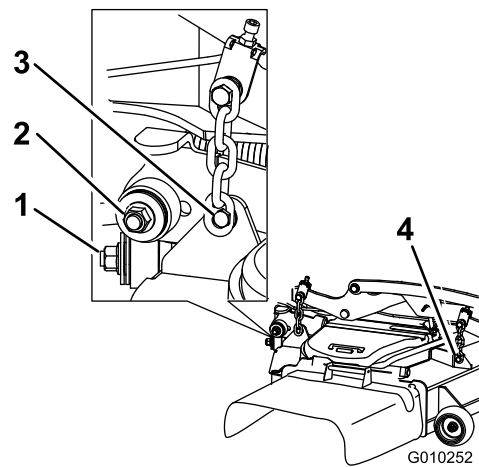

**Figure 100**
5. Soulevez le bac de plancher et insérez un rochet dans le trou carré de la poulie de tension du tablier (Figure 100).
6. Tournez la poulie de tension dans le sens horaire et déposez la courroie du tablier (Figure 100).